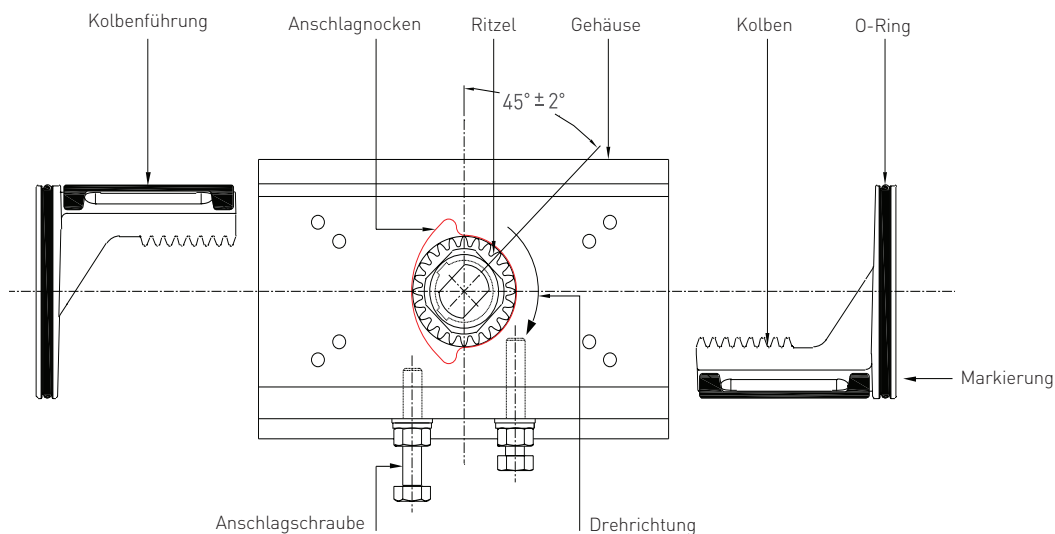

ABB. 4 (Draufsicht)
- a. Obere Wellenlagerbuchse (10) von oben auf die Abtriebswelle (2) stecken, sodass der obere O-Ring (16) nach oben weist.
- b. Untere Wellenlagerbuchse (11) von unten auf die Abtriebswelle stecken, sodass der untere O-Ring (17) nach unten weist.
- c. Obere Druckscheibe (12) anbringen.
6. Dabei die Anschlagnockenscheibe (5) auf die Abtriebswelle stecken (Zugang von oben durch die Wellenöffnung) und auf die Lage der Passfedernut in der Abtriebswelle in Relation zur Nockenscheibe achten (siehe Abb. 4). Abtriebswelle fest bis zum Anschlag eindrücken, um eine korrekte Passung zu gewährleisten.
7. Untere Druckscheibe (13) und Sicherungsring (25) in die Nut an der unteren Wellenöffnung im Gehäuse einsetzen, um die Abtriebswelle zu fixieren.
8. O-Ringe (18) auf Kolben (3) ziehen und die Zahnstangen einfetten.
9. Abtriebswelle auf 45° stellen (siehe Abb. 4).
10. Gleiteinsätze (9) auf den Kolben montieren. Anschließend Kolben mit der Zahnstange an der linken Zylinderseite anliegend (Blickrichtung von O-Ring-Seite der Kolben
her, siehe Abb. 4) einsetzen und so weit hineinschieben, bis die Verzahnungen im Eingriff sind. Beide Kolben nun gleichmäßig bis zum gegenseitigen Anschlag hineinschieben. Der Antrieb ist nun in ZU-Stellung und die Abtriebswelle steht auf -5° (leicht nach rechts weisend).